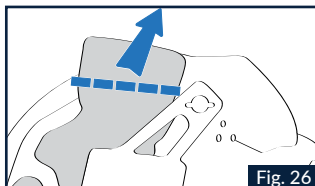

Fig. 26
1.3 Quite la parte superior del acolchado interior precortada (Fig. 26) y luego vuelva a colocar correctamente la parte restante de acolchado en la almohadilla lateral. Se aconseja guardar la parte de acolchado que se ha quitado para posibles usos sucesivos.
2.3 Introduzca correctamente en el interior del forro de revestimiento de tejido de la almohadilla lateral la parte de acolchado anteriormente extraída (Fig. 26).